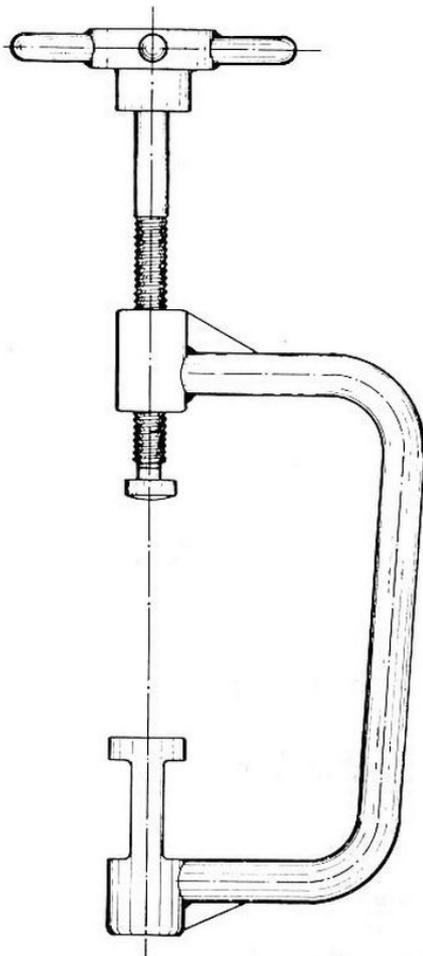

Fig. 119
Per lo smontaggio ed il rimontaggio delle valvole servirsi dell'attrezzo (119), fig. 119.